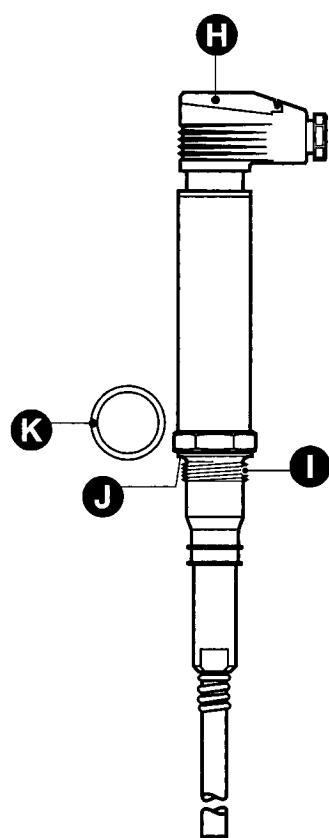

Fig. 6
2. Beiliegenden Dichtring **K** auf den Dichtsitz **J** der Elektrode legen. Fig. 6